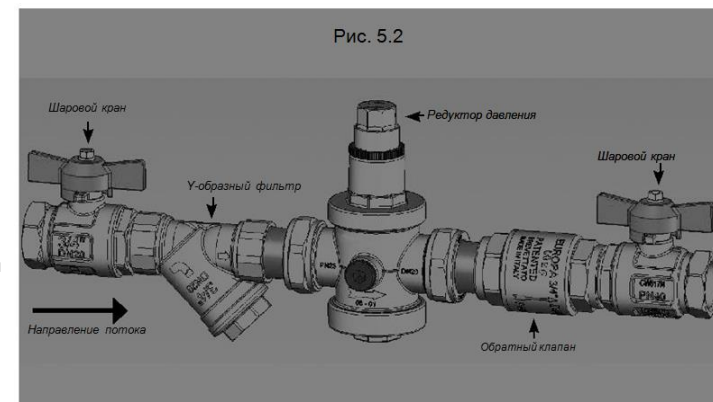

Рис. 5.2
- Для правильной установки следовать схеме на Рис. 5.2